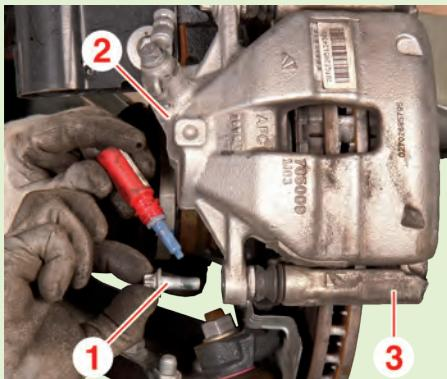

Fig.11
- Remettre en place l'étrier (2) sur son support (3) (Fig.11).